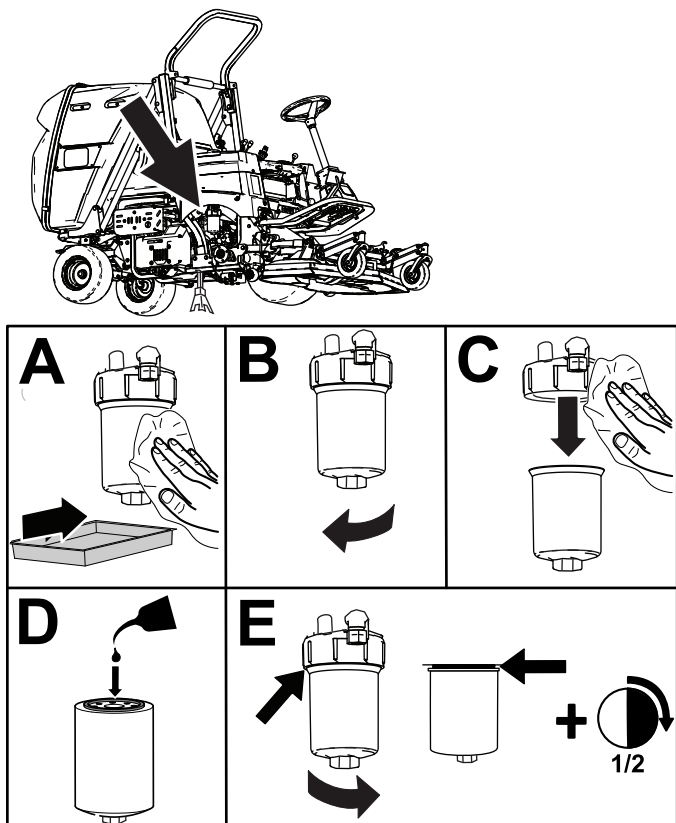

Figure 85
7. Remplacez le filtre hydraulique comme montré à la Figure 85.